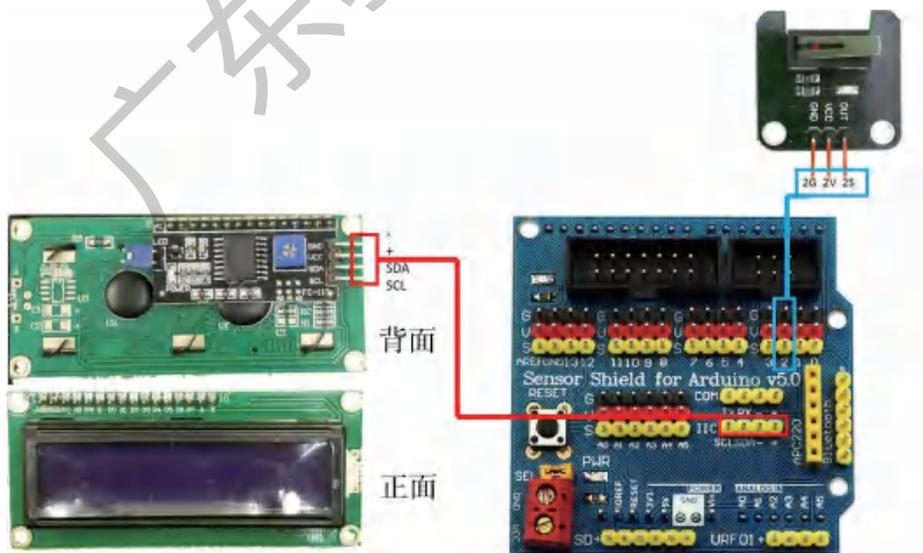

图15-2 智能自动计步鞋的硬件连接示意图
(1) 取出碰撞传感器，将GND引脚接入扩展板上2号口的G，VCC引脚接入2号口的V，OUT引脚接入2号的S。本模块在实际安装时，需安装在鞋内脚跟处。
(2) 取出1602LCD模块，背面的转接模块已经将原先16个引脚转化为4个引脚。扩展板上有个专用IIC区域，可接LCD屏。将GND引脚接入IIC区的-，VCC引脚接入IIC区的+，SDA引脚接入IIC区的SDA，SCL引脚接入IIC区的SCL，智能自动计步鞋的硬件连接示意图如图15-2所示。